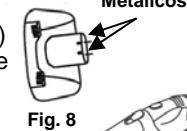
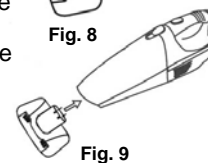

Fig. 8
Fig. 9
2. Inserte firmemente el cepillo eléctrico (Fig. 8) dentro de la boquilla de succión del recipiente para la tierra asegurándose de que los contactos toquen las ranuras de conexión de la unidad. (Fig. 9)